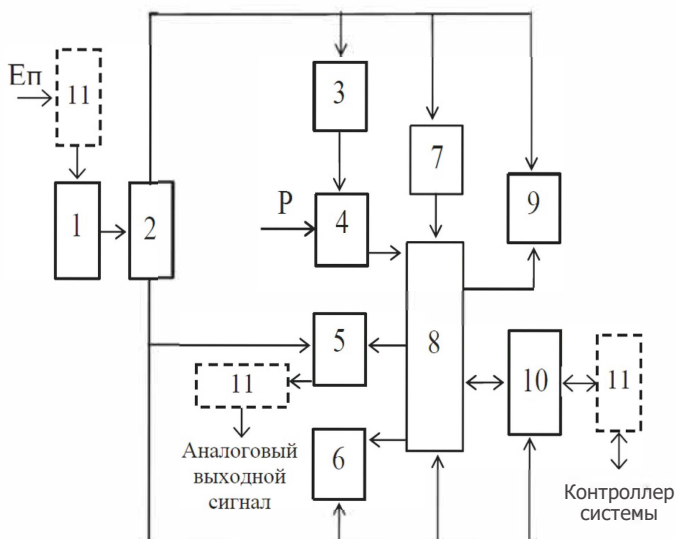

Рисунок 1 - Структурная схема прибора
1.3.2 Давление измеряемой среды P воздействует на сенсор (4) (Рисунок 1), представляющий собой тензорезистивную мостовую схему, напряжение с которого поступает на электронный преобразователь.
В приборах предусмотрены элементы защиты (11) (Рисунок 1) от электромагнитных помех по электрическим цепям: напряжения питания, токового выходного сигнала и цифрового интерфейса.